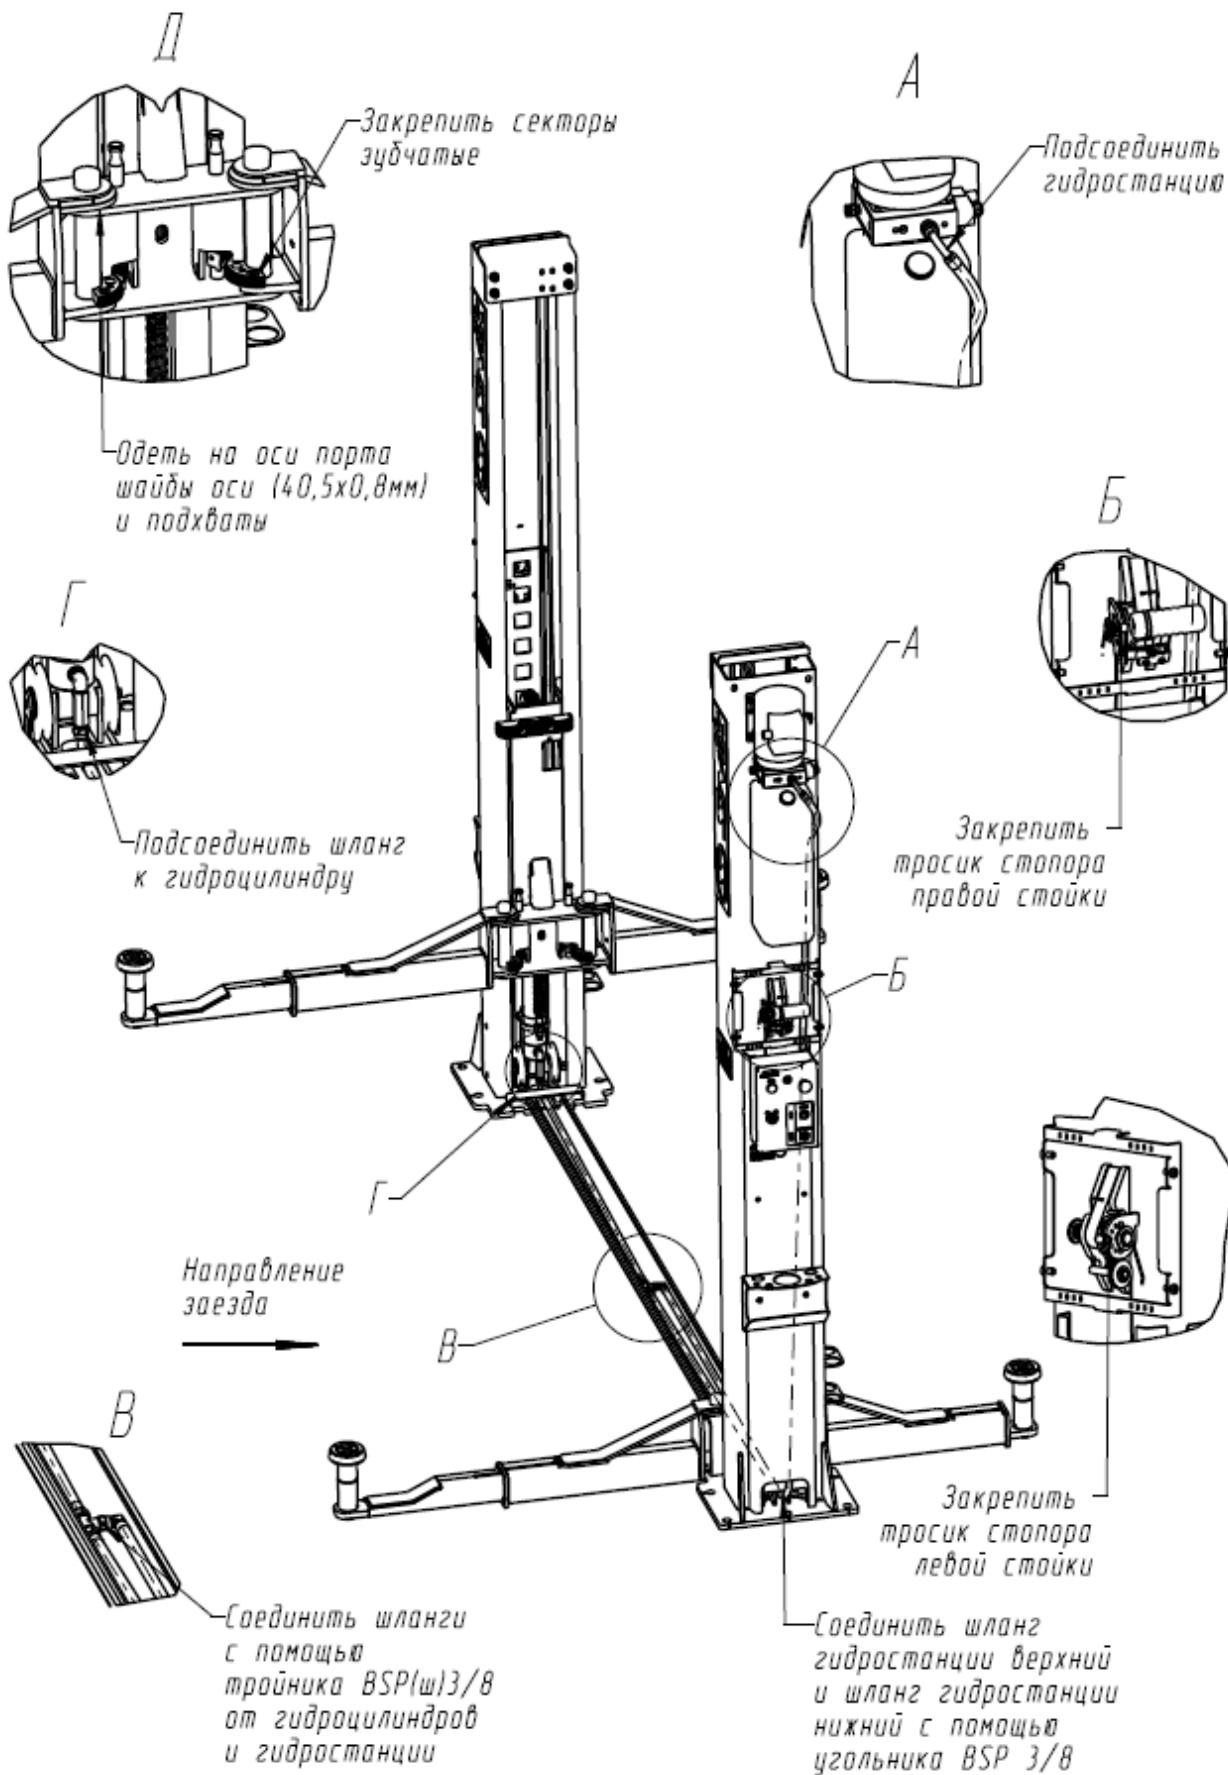

Рисунок 6.3 - Соединение рукавов высокого давления и крепление тросика стопорения.
6.4 Рукава высокого давления (шланги) соединить между собой при помощи тройника согласно схеме гидравлической принципиальной (см. приложение А и Рисунок 6.3). При затяжке гаек не допускается скручивание рукавов. Тройник должен располагаться горизонтально (см. Рисунок 6.3 вид В).
6.5 Установить тросик системы стопорения (см. Рисунок 6.3). Для этого снять кожуха правой и левой стойки. Тросик системы стопорения зафиксировать на барабане правой стойки (см. Рисунок 6.3, вид Б). Другой конец тросика протянуть к барабану левой стойки – вниз, затем горизонтально с использованием отклоняющих блоков и вверх (перед барабаном левой стойки закреплен еще один отклоняющий блок). Выбрать слабину тросика и зафиксировать его на барабане левой стойки.
6.12 Установить шайбы оси порта каретки 40,5x0,8. Затем установить подхваты на вваренные в каретки оси и зафиксировать, закрепив на нижней вилке подхвата зубчатые секторы. Убедиться что подхваты опираются на шайбы оси. На оси портов кареток надеть заглушки оси порта каретки (пластик) (см. Рисунок 6.3). Эксплуатация подъемника без установки секторов не допускается.